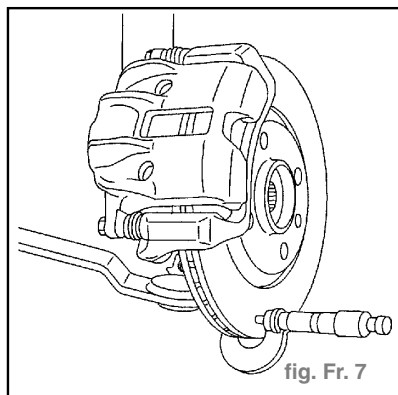

fig. Fr. 7
- Utiliser un micromètre de **0/25 mm.** (fig. Fr. 7)